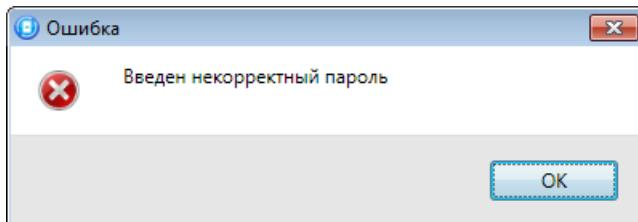

Рис. 8.7. Сообщение об ошибке
**Внимание!** Для регистрации кода или электронного ключа необходимо, чтобы соответствующий способ постановки/снятия (Электронный ключ / Клавиатура Мираж-КД / STEMAX RFID) был предварительно выбран на вкладке *Параметры* в раскрывающемся списке *Способ управления постановкой/снятием*. В противном случае ввод не будет принят и появится сообщение об ошибке (Рис. 8.7).